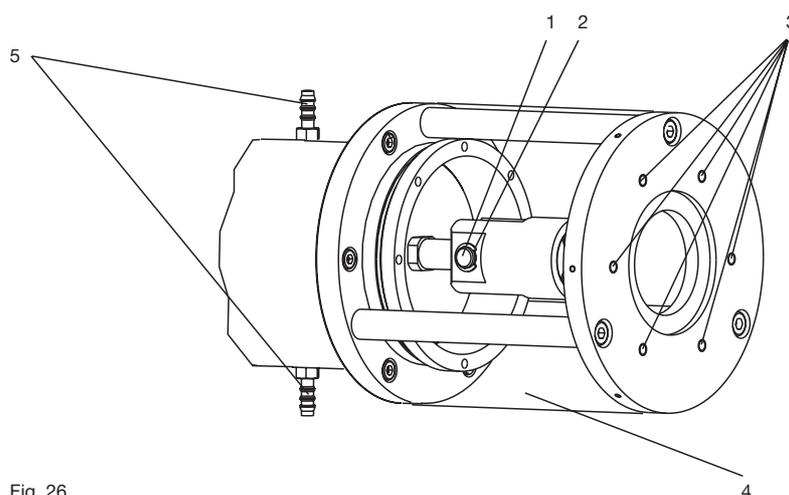

Fig. 26
- ▶ dévissez la vis de serrage (3) avec la clé à ergots et sortez-la (voir fig. 26)
- ▶ dévissez les vis de la bride de la tête doseuse (4) et déposez la bride
- ▶ retirez le piston (1)